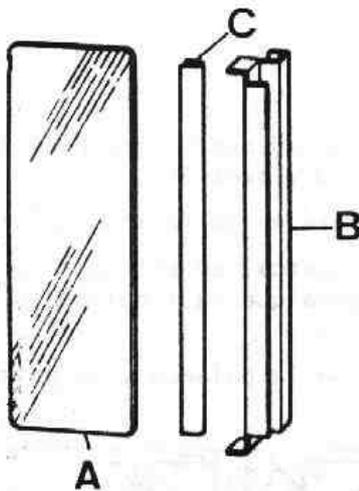

Fig. Q-29 Cristal fijo de ventanilla
4.3.4. Desmontar el cristal fijo, A, (Fig. Q-29) despegándolo del marco de la ventanilla.